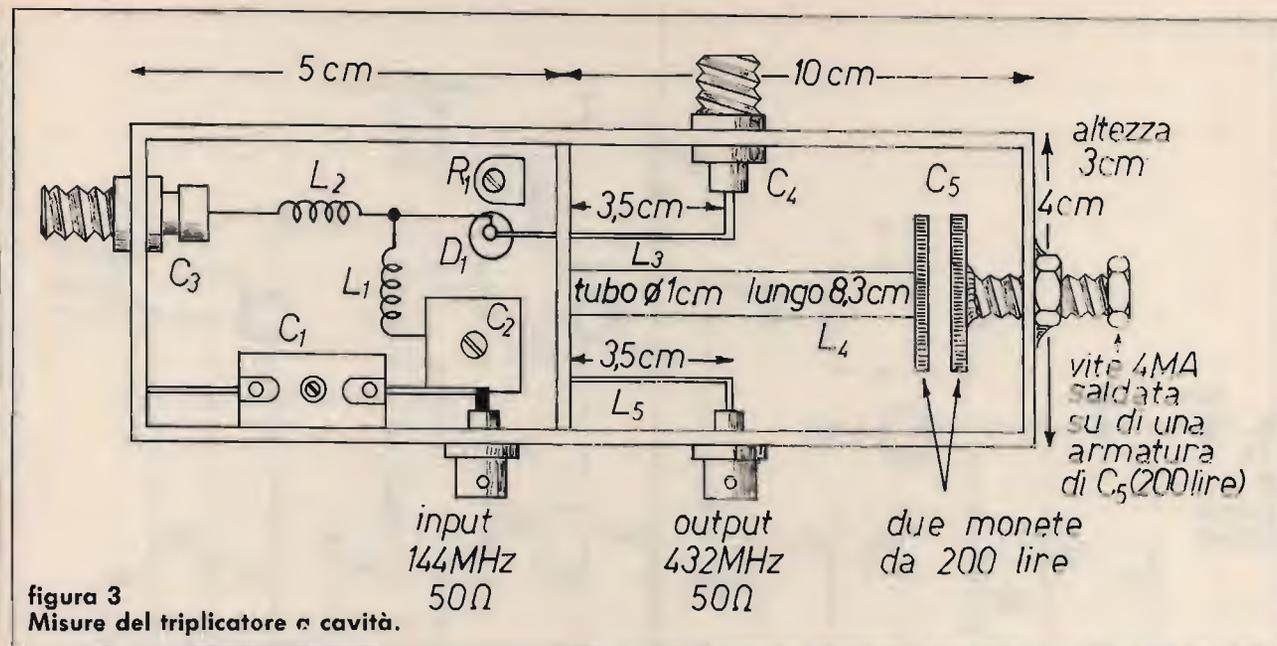

figura 3
- C₅ due monete da L. 200 saldate come visibile in figura 3